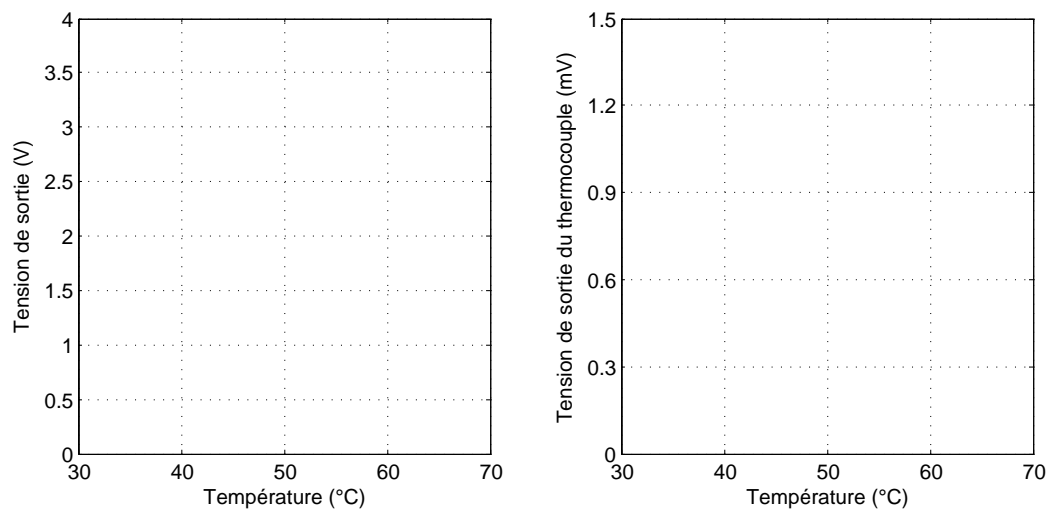

FIGURE 3: Evolution de la tension délivrée par le thermocouple en fonction de la température.
5. Recopier la figure 3, ensuite dessiner le graphe de la tension et celui de la résistance en fonction de la température.